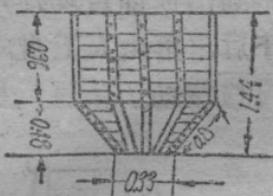

图 4
1.44公尺，由上下两部組成；上半部高96公分，下半部高48公分。煤斗側斜板寬80公分，長2.3公尺（图4）。出